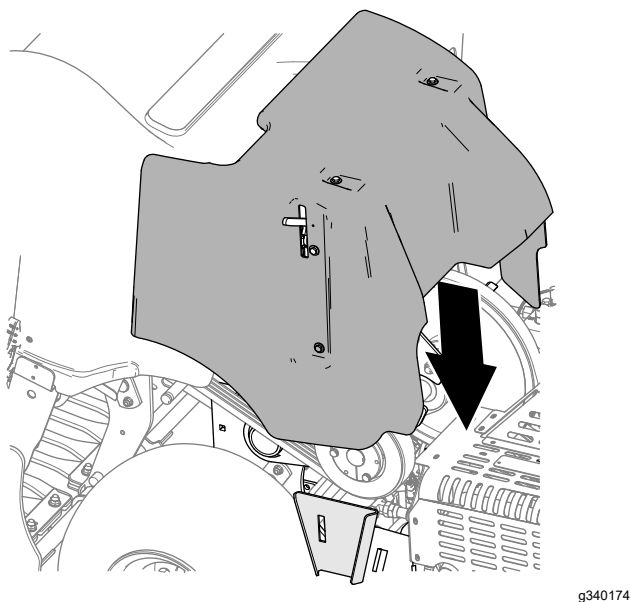

Figura 134
2. Baje la cubierta de la correa (Figura 134).